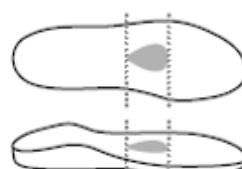

Abb. 4: retrokapitale
- Retrokapitale Pelotte in Tropfenform (Abb. 4)